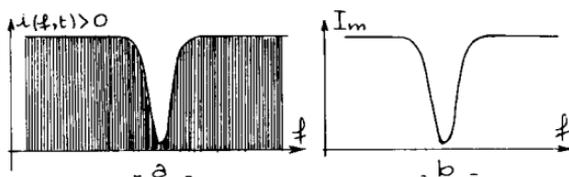

Fig. 10
a) sans le condensateur C_1 (fig. 10 a) ;
b) avec le condensateur C_1 (fig. 10 b).